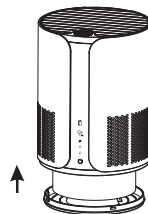

Рис. 4
- Вставьте фильтр (2) в корпус очистителя воздуха (5) (рис. 4).